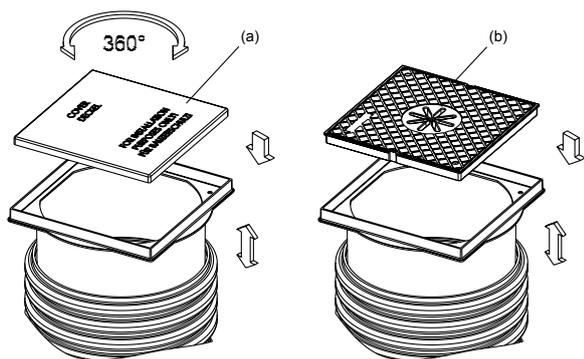

Abb. 9: Montage des Aufsatzstückes
1. Schieben Sie den weißen Bauzeitschutzdeckel aus Plastik (a) in den Rahmen des Aufsatzstückes. Der Deckel ist nur begehbar (siehe Abb. 9).